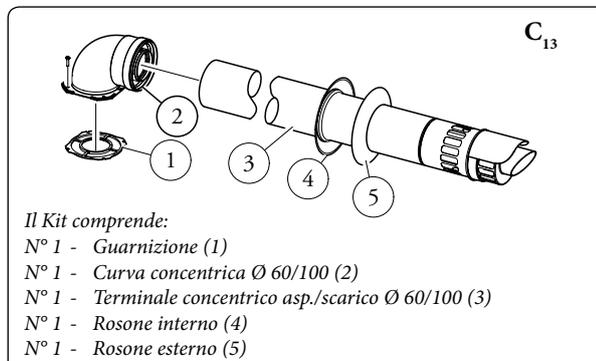

Fig. 1-13
**Kit orizzontali di aspirazione - scarico Ø 60/100.** Montaggio kit (Fig. 1-13): installare la curva con flangia (2) sul foro centrale della caldaia interponendo la guarnizione (1) posizionandola con le sporgenze circolari verso il basso a contatto con la flangia di caldaia e serrare con le viti presenti nel kit. Innestare il tubo terminale concentrico Ø 60/100 (3) con lato maschio (liscio), nel lato femmina della curva (2) sino a portarlo in battuta, accertandosi di avere già inserito il relativo rosone interno ed esterno, in questo modo si otterrà la tenuta e la giunzione degli elementi che compongono il kit.